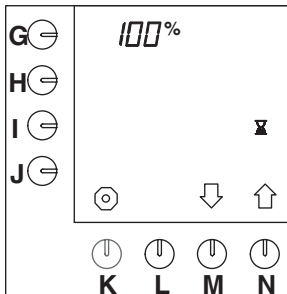

Fig. 35 Pauzetijd 100%
- Druk op selectietoets (N.)↑ tot fig. 35 in het display verschijnt.